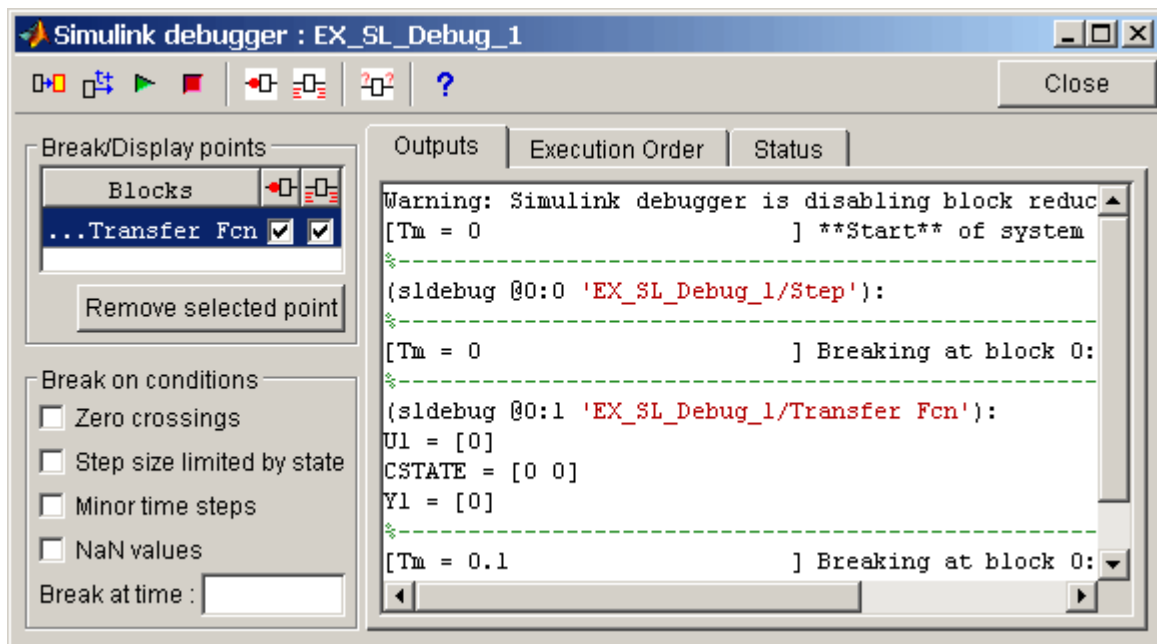

Рисунок 8.3 – Вікно відладчика з встановленою точкою переривання для блоку *Transfer Fcn*
6. *Display I / O of selected block with executed* – Відобразити значення вхідних і вихідних сигналів. Дана кнопка дозволяє встановити режим перегляду вхідних і вихідних сигналів якогось Невіртуальна блоку. Режим може бути встановлений як для блоку, для якого встановлена точка переривання, так і для блоку для якого контрольна точка не встановлена. Значення вхідних і вихідних сигналів відображаються на вкладці *Outputs* вікна відладчика. Вхідні сигнали відображаються ідентифікаторами $U1$, $U2$, $U3$ і т.д., а вихідні – $Y1$, $Y2$, $Y3$ і т.д. Додатково тут же відображаються значення змінних стану – *CSTATE* (див. рисунок 8.3).